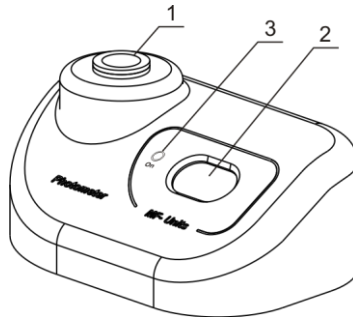

Fig.3 Vue d'ensemble
- 3.4.5. Insérez le tube de solution standard, correspondant à la valeur du point de calibrage, dans l'emplacement (fig.3/1) du Densitomètre.
- L'affichage disparaît s'il n'y a pas de tube dans l'emplacement pendant une minute. Appuyez sur la touche **On** (fig.3/3) pour activer l'appareil.
- 4.3. Les indications suivantes peuvent s'afficher sur l'écran (fig.3/2):
- 4.4. Agitez le tube de solution (il est recommandé d'utiliser un vortex pour l'agitation, par ex. le Personal Vortex V-1 plus) et insérez-le dans l'emplacement du densitomètre (fig.3/1). La valeur McFarland de la solution s'affichera sur l'écran (fig.3/2).